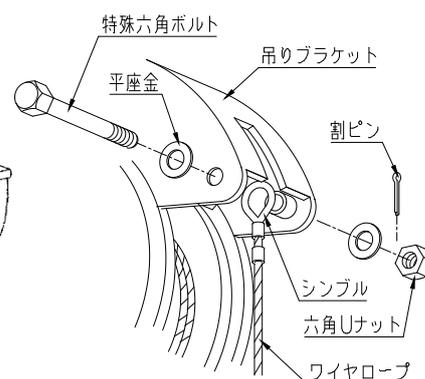

図 8
- 1) ワイヤロープによりが掛からないように注意しながら、吊りブラケットにワイヤロープ端のシンプルごとと特殊六角ボルトを差し込む。(図 8)